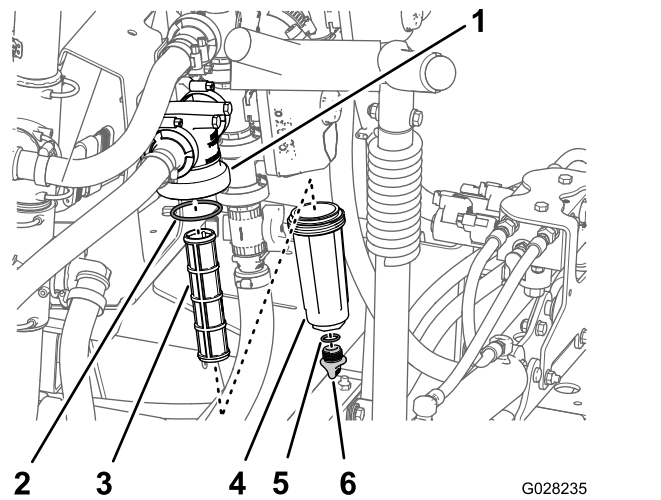

Figure 105
2. Placez un bac de vidange sous le filtre de pression (Figure 105).
3. Tournez le bouchon de vidange dans le sens antihoraire et déposez-le de la cuvette du filtre de pression (Figure 105).
4. Tournez la cuvette dans le sens antihoraire et déposez-la de la tête du filtre (Figure 105).
5. Retirez l'élément du filtre de pression usagé (Figure 105).
6. Contrôlez l'état et l'usure du joint torique du bouchon de vidange (à l'intérieur de la cuvette) et du joint torique de la cuvette (à l'intérieur de la tête du filtre) (Figure 105).
7. Montez le nouvel élément filtrant dans la tête du filtre de pression (Figure 105).
8. Vissez la cuvette sur la tête du filtre à la main (Figure 105).
9. Vissez le bouchon sur la cuvette à la main (Figure 105).